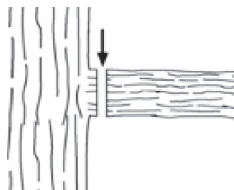

Рисунок 23. Напрямок спилювання коротких гілок.
5.3.6.3.2 Спилювання коротких гілок і їхніх частин здійснювати якомога ближче до основного стовбура у вертикальній площині (рис. 23).